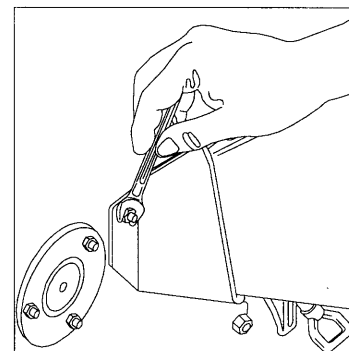

Fig. 13
- Extraer la tolva lateral destornillando las 3 tuercas como indicado en la fig. 13
- Extraer la tolva lateral destornillando las 3 tuercas ( fig. 13 ).